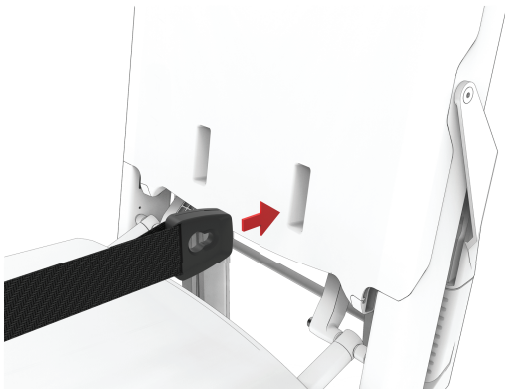
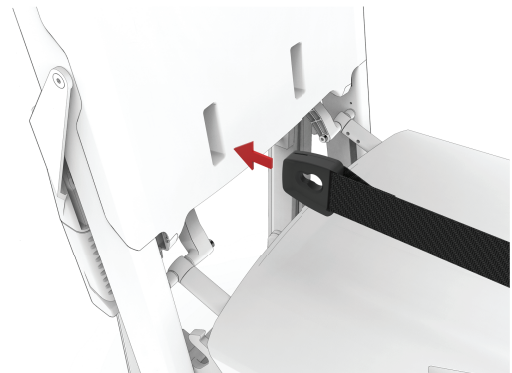

图 20 – 靠背夹，患者左侧
图 21 – 靠背夹，患者右侧
3. 将患者右靠背夹扣插入靠背的右孔 (图 20 和 图 21)。